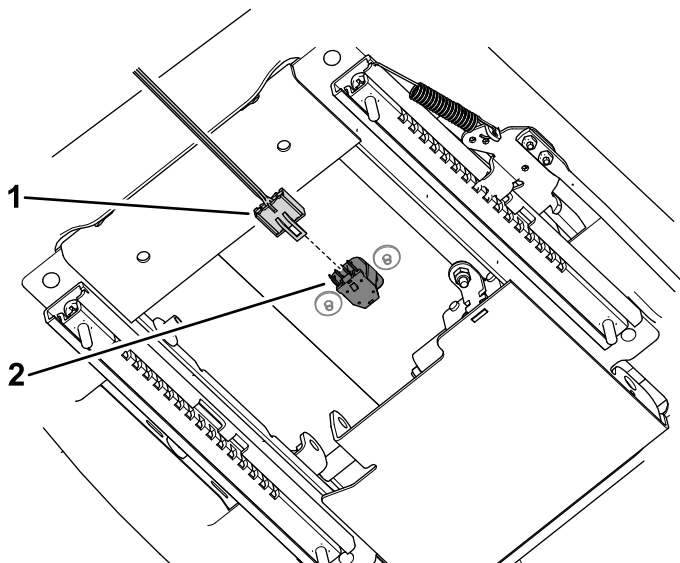

Figura 3
- 3. Inserite il terminale del cablaggio preassemblato dell'interruttore del sedile denominato P01 nel connettore sul fondo del sedile (Figura 3).